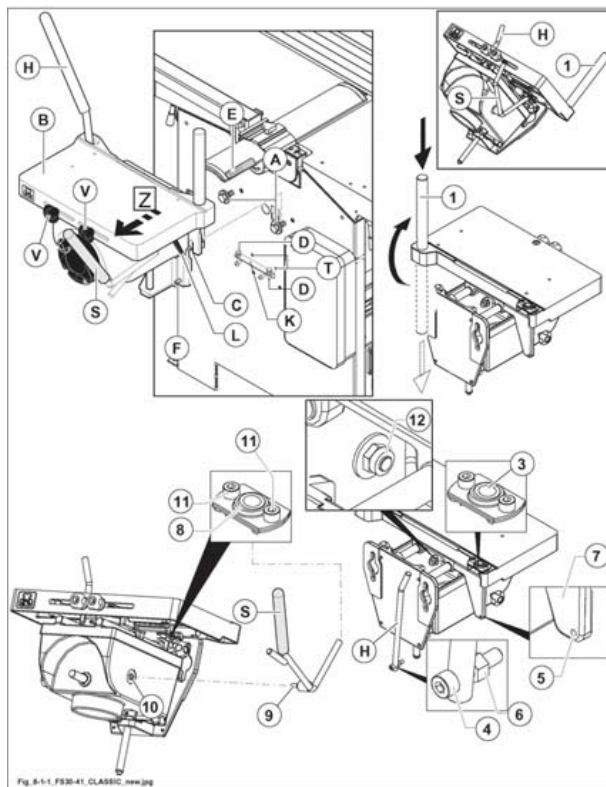

Fig. 8.1-1
Traslare il piano nel senso della freccia Z e bloccarlo serrando la leva (L fig. 8.1-1) (mandarlo prima in battuta); spingere in battuta i due perni laterali e serrare i 2 pomelli (V fig. 8.1-1).
quando è fornito a corredo, provvedere al montaggio dell'angolare (K fig. 8.1-1) utilizzando gli appositi fori (T fig. 8.1-1).
- 1) Predisporre le viti (A fig. 8.1-1) e relative rondelle sul basamento della macchina.
- 2) Sollevare la cavitrice (B fig. 8.1-1) e inserire la slitta (C fig. 8.1-1) a coda di rondine sulle teste delle viti (A fig. 8.1-1).
- 3) Montare le leve di comando (H e S fig. 8.1-1).
Leva (S fig. 8.1-1):
- la leva (S fig. 8.1-1) viene parzialmente montata in fabbrica inserendone un'estremità nel giunto (8 fig. 8.1-1);
- allentare le viti (11 fig. 8.1-1);
- inserire il perno (9 fig. 8.1-1) nel foro (10 fig. 8.1-1);
- serrare le viti (11 fig. 8.1-1);
- serrare il dado (12 fig. 8.1-1) lasciando il minor gioco possibile.
Leva (H fig. 8.1-1):
- inserire la leva (H fig. 8.1-1) nel giunto (3 fig. 8.1-1);
- avvitare la vite (4 fig. 8.1-1) nel foro (5 fig. 8.1-1) in modo che la leva (H fig. 8.1-1) abbia il minor gioco possibile;
- serrare il dado (6 fig. 8.1-1) sul particolare (7 fig. 8.1-1).
- 4) Avvitare le viti (A fig. 8.1-1) fino ad unire la cavitrice al basamento e registrare il parallelismo del piano rispetto la punta (E fig. 8.1-1) (vedi "Punte per mandrino - montaggio" par. 8.1.2) agendo sulle viti (D fig. 8.1-1) e sui quattro grani (F fig. 8.1-1).
- 5) Verificare la corretta registrazione spostando il piano trasversalmente e serrare le viti (A fig. 8.1-1).
- 6) Assicurarsi che i quattro grani (F fig. 8.1-1) siano in appoggio sul basamento.
- 7) Riposizionare il perno (1 fig. 8.1-1), supporto del pressore, come mostrato in figura.